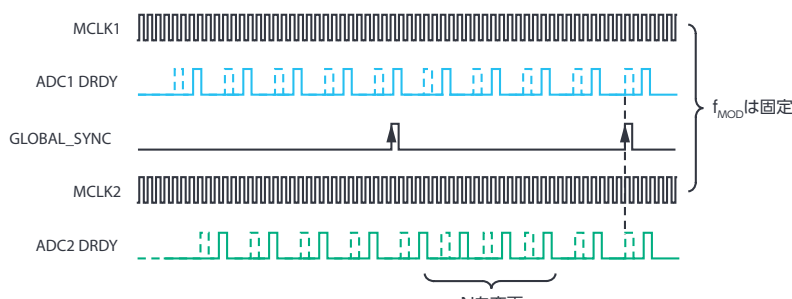

図 11. SRC を利用した再同期の方法。SRC は、全 ADC においてサンプリングの再同期を確立するために、オンザフライで ODR を調整します。
- ▶ 必要な数のデータ・レディを受信したら、 N を再プログラムして、ODR を所望の値に戻します。これによって、図 11 に示すように、データ・フローを中断させることなく、 $\Sigma\Delta$ ADC とサブシステムの他の部分の同期がとれていることが保証されます。